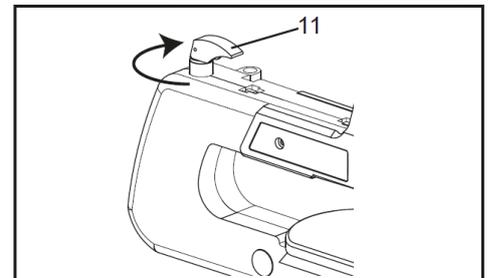

Fig. 4
Poussez le levier de relâchement de la tension de la lame (11) vers le bas. Augmentez la tension de la lame en tournant le levier de relâchement de la tension de la lame (11) dans le sens des aiguilles d'une montre jusqu'à ce que la lame « chante » lorsqu'elle est pincée. Pour réduire la tension, tournez le levier de libération de la tension de la lame (11) dans le sens antihoraire. Pour éviter de casser la lame pendant l'utilisation, ne pas trop serrer (Fig. 4).